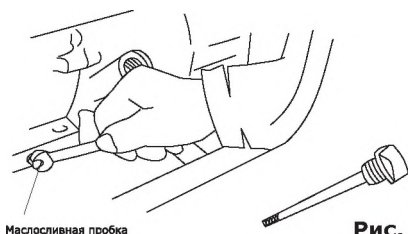

Рис. 14
- Найдите месторасположение маслянивой пробки (рис. 14).
- Очистите поверхность около сливной пробки (рис. 14).
- Отверните маслянивую пробку и слейте масло (рис. 14).